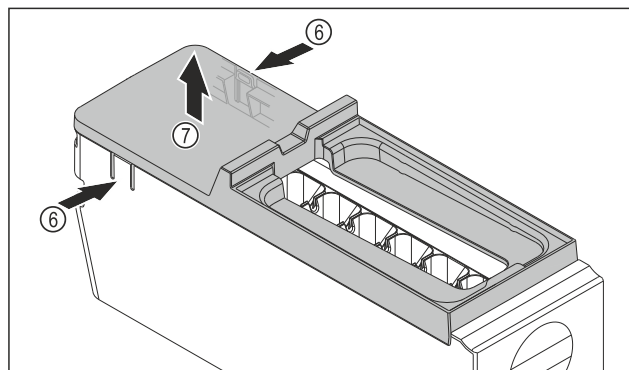

Fig. 131
- ▶ Izvadite poklopac tijela sustava EasyTwist-Ice: Pritisnite jezičke Fig. 131 (6) na obje strane tijela sustava EasyTwist-Ice jednom rukom.
- ▶ Poklopac Fig. 131 (7) drugom rukom izvucite prema gore.